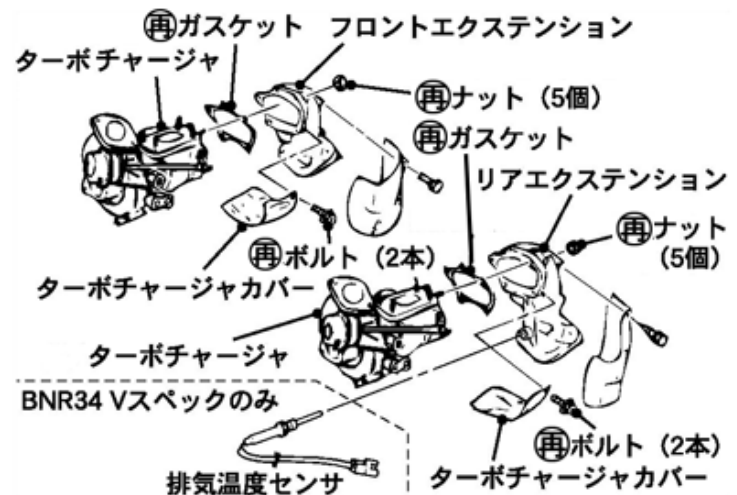

図 2-1-3
(7) 前後のターボにエクステンション、エクステンションカバー、ターボチャージャーカバー、排気温度センサー(R34のみ)を取り付けてください。(図 2-1-3)